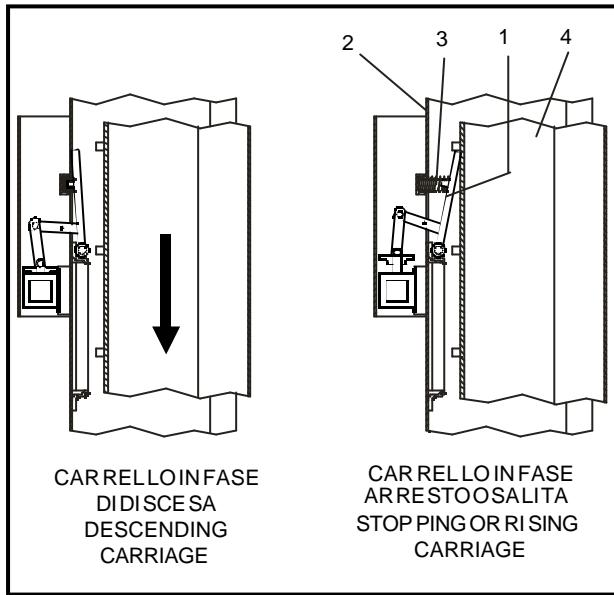

Fig.18
- in caso di rottura della colonna idraulica in terreno, automaticamente i motoriletti si accendono (rif. 1) (vedere Fig.18), pochi all'interno delle colonne (2), che, spinti dalla molla (3), arrestano immediatamente i carrelli (4) impedendone la discesa.
- If the hydraulic cylinder breaks, the safety wedges will trip (ref.1, see fig.18), located inside the posts (2). The wedges are pushed by the spring (3) and immediately stop the carriages (4) preventing their descent.